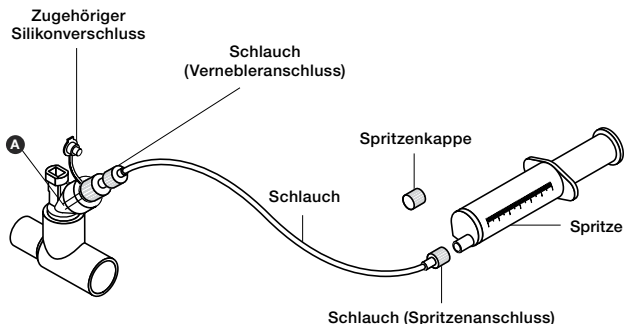

Abbildung 7. Schlauchset für die kontinuierliche Vernebelung
7. Die mit dem Medikament gefüllte Spritze in die Spritzeninfusionspumpe einführen (die Pumpe ist in Abbildung 7 nicht zu sehen).